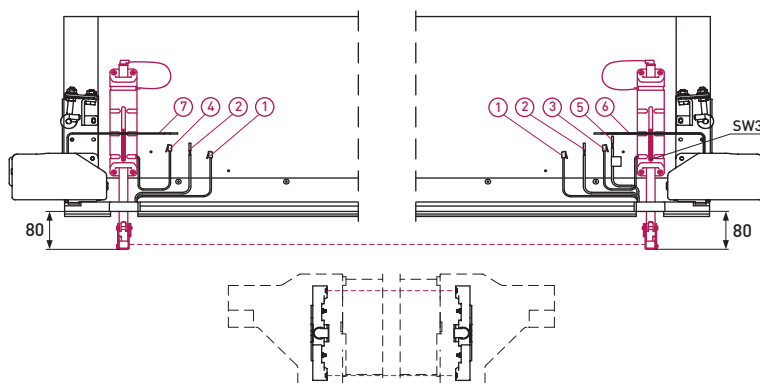

Abb. 1 — Einrichtung der Stangeposition mit dem Sensor des Sets **PFS-200KIT**
- Bei der Lieferung des Tors ist das Set der Fotozelle mit Rollenhaltern **PFS-200KIT** am Torblatt in Transportstellung installiert, elektrische Kabel sind an den Anschlusspunkten angeschlossen. Nach der Montage des Tors ist eine Einstellung erforderlich (Abb. 1):
5. Führen Sie die Kabel des Torblattes durch die Kabeleinführungen in die Gehäuse des Sets ein. *Abb. 1* zeigt beispielhaft die Kabel eines Industrietorblattes mit einer Schlupftür mit flacher Schwelle: